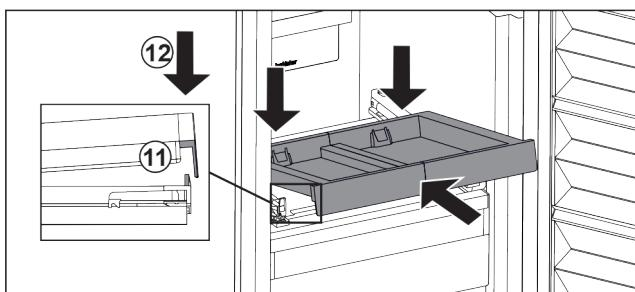

Fig. 108
- Inserați-l oblic. Aveți în vedere ca opritorul să fie în spatele lamelei pe ambele părți. Fig. 108 (11)
- Depuneți raftul extractabil în față. Fig. 108 (12)